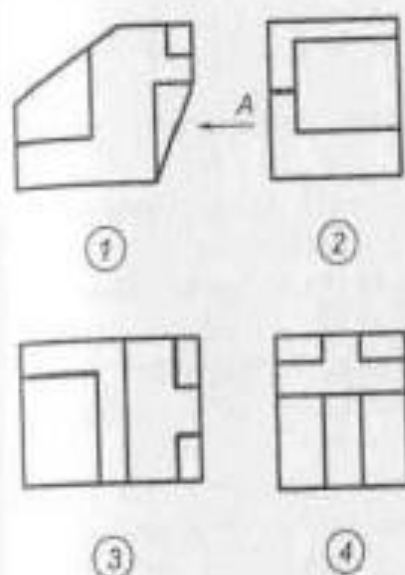

Рис. 46
3.19. Указать на рис. 46 номер вида, который должен быть обозначен буквой А.